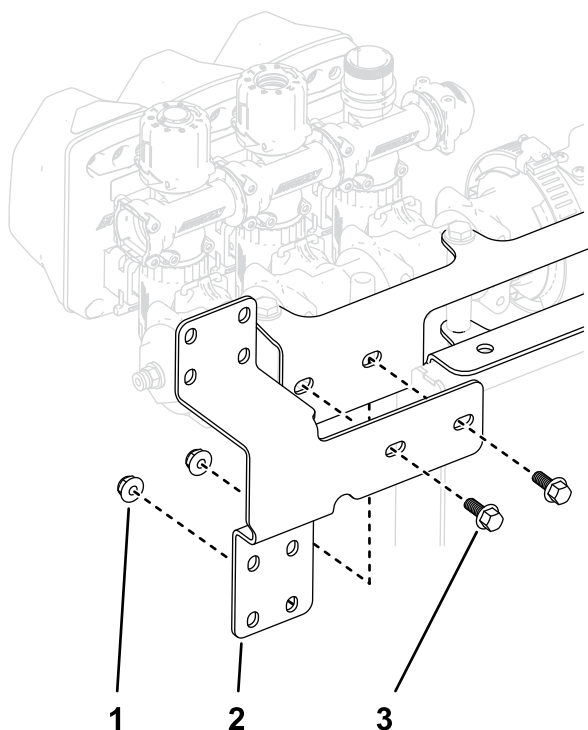

Figura 25
2. Instalai consola supapei de control pe cadrul de montare al vanei cu ajutorul a 2 uruburi cu guler ($\frac{1}{4} \times \frac{5}{8}$ ") i contrapiulie ($\frac{1}{4}$ "), aa cum se arată în Figura 25.